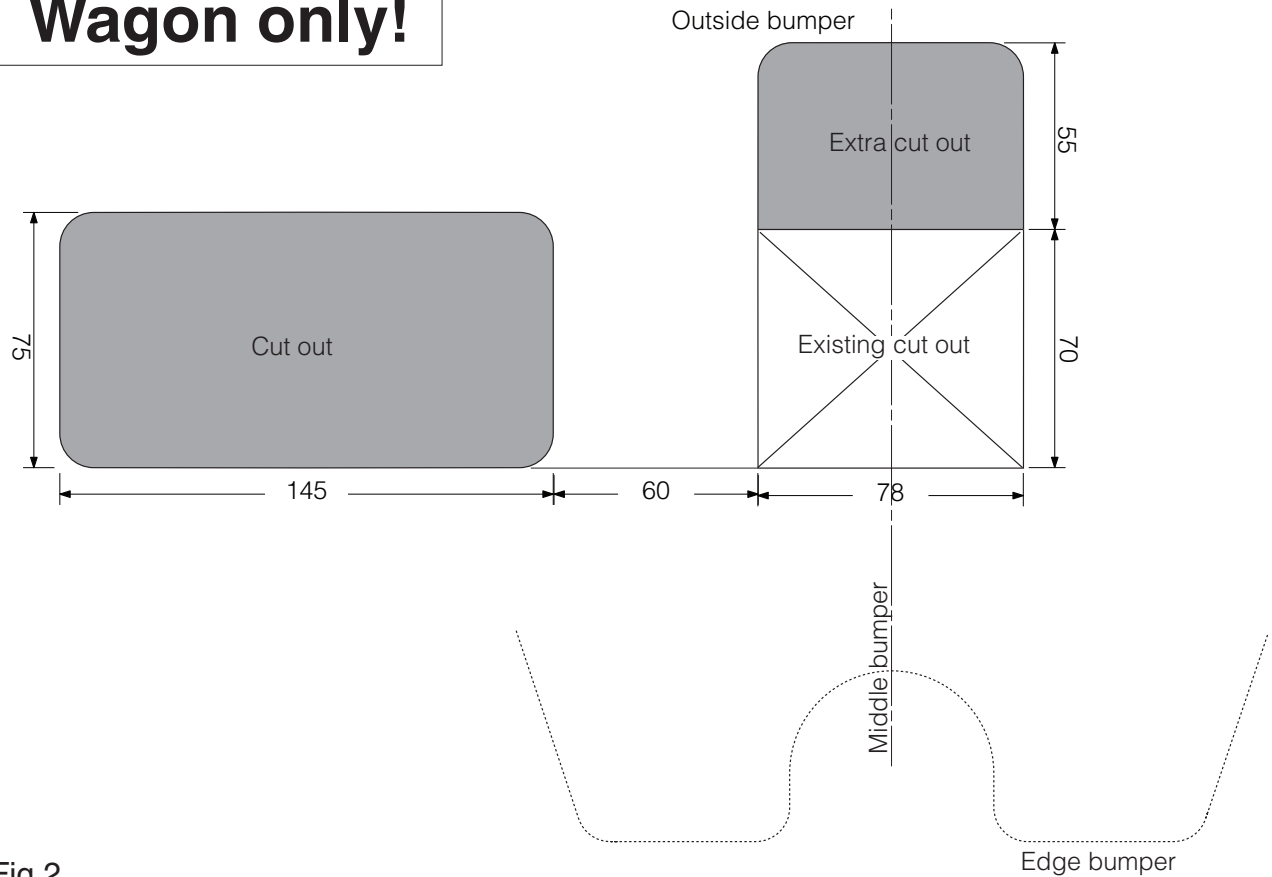

Fig.2
8. Внимание! Инструкция только для автомобиля-универсала: Выпилить часть из бампера в середине снизу, как указано на рис. 2. Внимание! Инструкции для титановой модели: Выпилить часть из бампера в середине снизу, как указано на рис. 3.